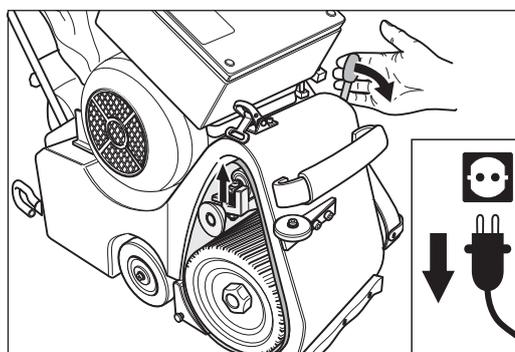

Fig. 10 Tensado de la cinta de lijado bajando para ello la palanca tensora.
- 11 Para tensar la cinta de lijado, empuje hacia abajo la palanca de mando del grupo (Fig. 10).